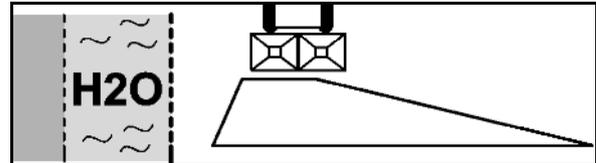

Fig. 78
- Der einzustellende Wert ist aus der Streutabelle (Fig. 78) abzulesen.